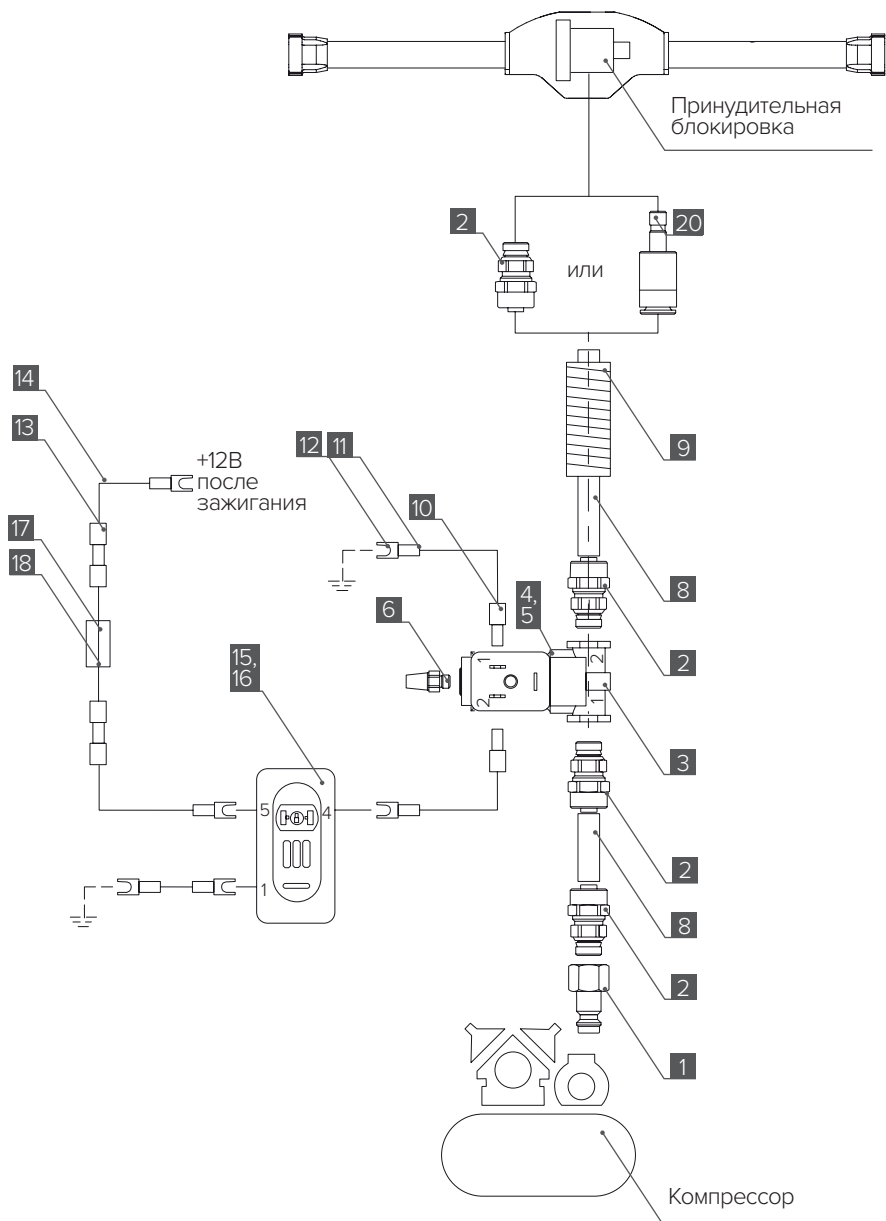

Рис. 1
В комплект поставки входят (см. рисунок 1):
1. Осуществите сборку комплекта подключения принудительной блокировки согласно схеме, представленной на **Рис. 1**.
2. Присоедините трубку **[8]** к распределителю **[3]** согласно нумерации пневмоканалов на распределителе (**Рис. 1**).
8. Осуществите подключение комплекта к электричеству, руководствуясь схемой электроподключения, представленной на **Рис. 1**.
10. Провода к панели переключателя **[15]** и распределителю газа **[3]** подсоедините согласно нумерации штекеров в колодках, приведенной на схеме (**Рис. 1**).